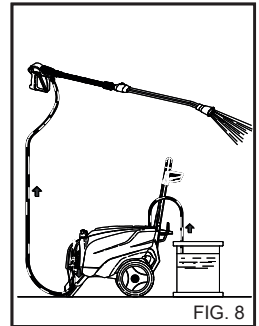

FIG. 8
(Fig. 8).
4) Na het gebruik met schoonmaakproduct, het watercircuit spoelen: de pomp 1 minuut laten draaien met de doseerkraan volledig dichtgedraaid. (Fig. 8).